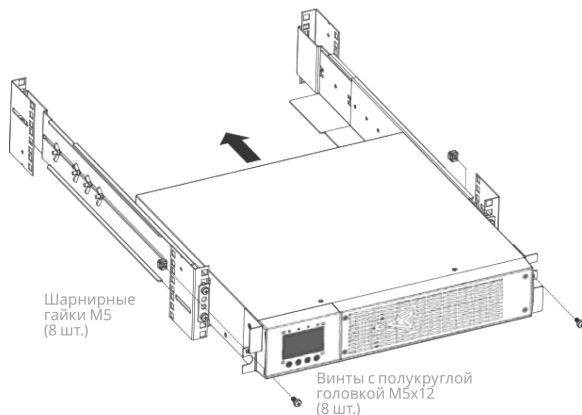

Рисунок 3.2. Крепление ИБП в стойке
3. Закрепить переднюю часть ИБП в стойке, используя один винт с круглой головкой М5х12 и одну гайку М5 с клипсой с каждой стороны (см. Рис. 3.2).